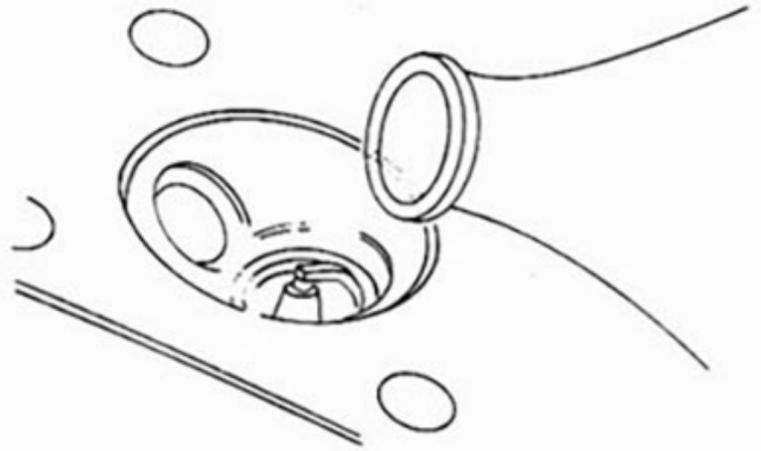

FIGURE 2
- Remonter la bougie sur la culasse et vérifier l'étanchéité de la soupape de décompresseur en remplissant la chambre de combustion d'essence (Fig. 2).